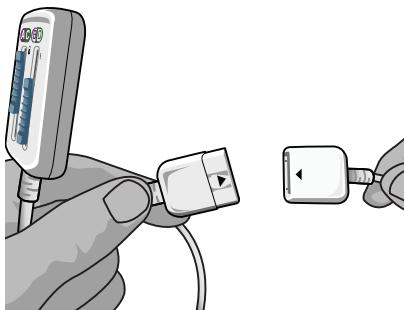

Abbildung 4: Externer Teststimulator 2 und Operationssaalkabel 2x8 mit Kabelverlängerung
1. Die Operationssaalkabelverlängerung am Operationssaalkabel anbringen (Abbildung 4).